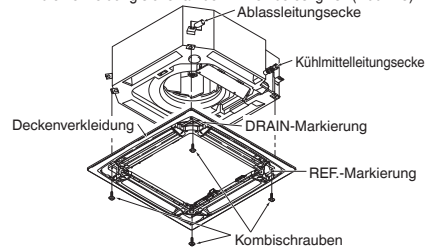

Abb. 7-5
- Die mitgelieferten Kombischrauben an den vier Deckenverkleidungs-Befestigungspunkten so festziehen, dass die Verkleidung sicher an der Einheit befestigt ist. (Abb. 7-5)